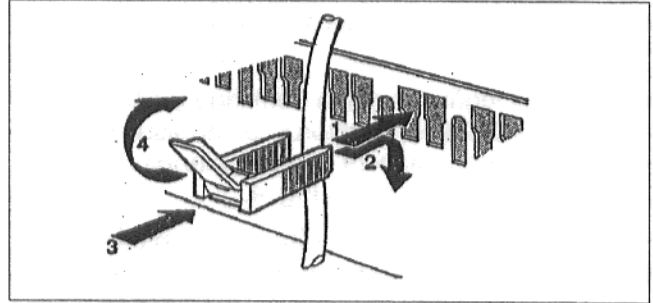

Fig. 45: Detaliul "A"
- Colierele de cablu cu conducta intercalată se vor introduce de sus în șlițurile cadrului colierului; butonul trebuie să fie îndreptat în sus. Colierul de cablu se va împinde în jos și se va apăsa. Butonul se comută în sus (Fig. 45).